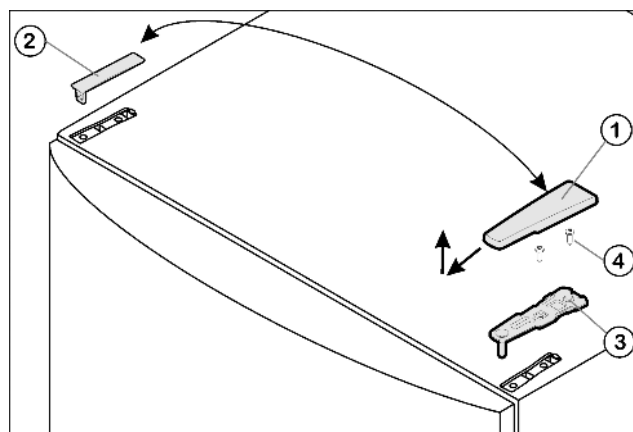

Fig. 4
- ▶ Потяните крышку Fig. 4 (1) вперед и вверх.
- ▶ Снимите крышку Fig. 4 (2).
- ▶ Открутите верхний опорный кронштейн Fig. 4 (3)(2 шт. Torx® 25) Fig. 4 (4) и вытяните вверх.
- ▶ Установите верхний опорный кронштейн Fig. 4 (3) на новой стороне шарнира и защелкните в дверце.
- ▶ Привинтите верхний опорный кронштейн (с моментом **4 Нм**) (2 шт. Torx® 25) Fig. 4 (4). При необходимости сделайте отверстия или используйте аккумуляторную отвертку.
- ▶ Наденьте и защелкните крышку Fig. 4 (1) и крышку Fig. 4 (2) на противоположной стороне снаружи.